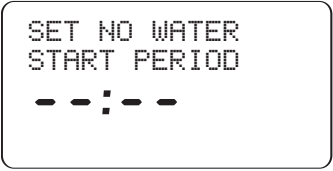

Figura 20:
2. Premere una sola volta il tasto **RAIN DELAY** (Ritardo pioggia) [Vedere la Figura 20]